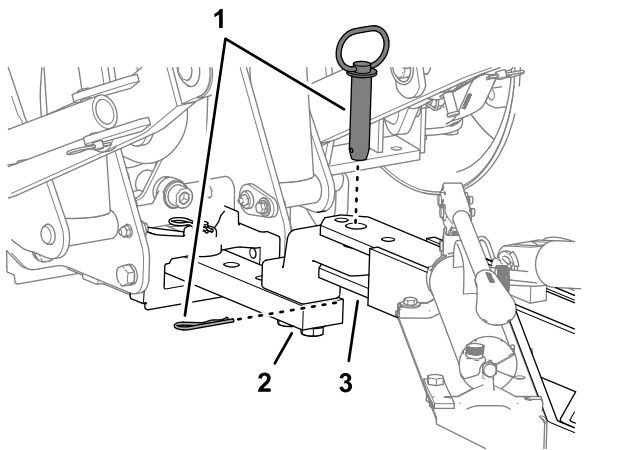

Figura 13
- Alinee la barra de tracción del aireador con la barra de tiro de la unidad de tracción, y utilice las fijaciones del enganche del vehículo para sujetar el aireador (Figura 13).